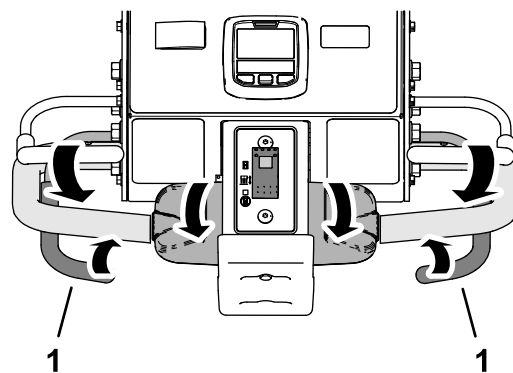

Bild 94
- Schließen Sie entweder den linken oder rechten Aerifizierbügel (Bild 94).